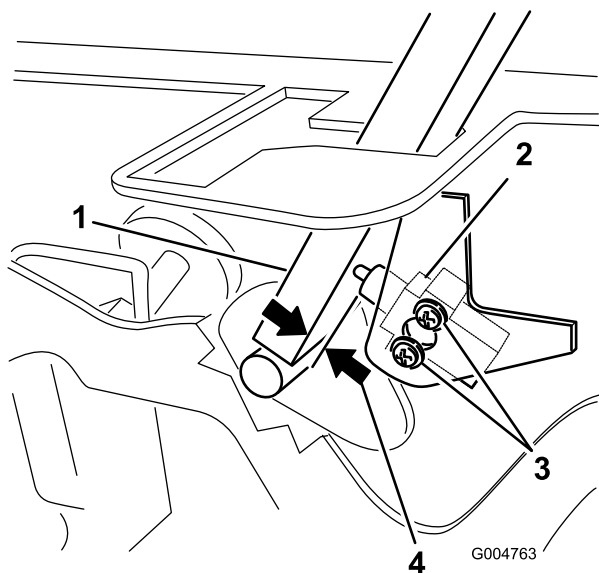

図 61
3. インタロック・スイッチを固定しているネジ 2本を取り外す (図 61)。
バーとスイッチのボディーとの距離が 0.4~1 mm になるように調整する (図 61)。